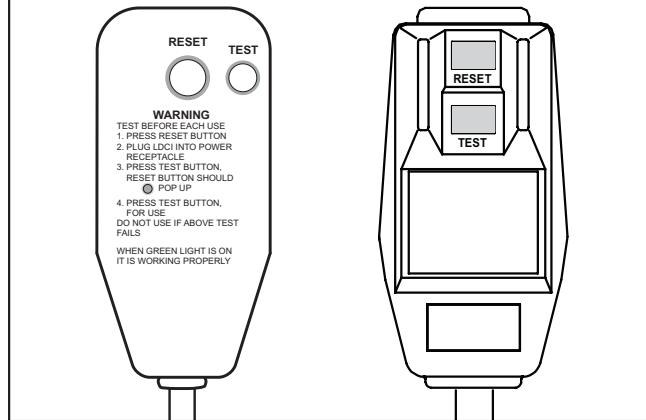

Figure 6
1. Branchez la corde d'alimentation dans une prise à la terre de trois (3) broches.
2. Appuyez sur le bouton de redémarrage (RESET) (Figure 6).